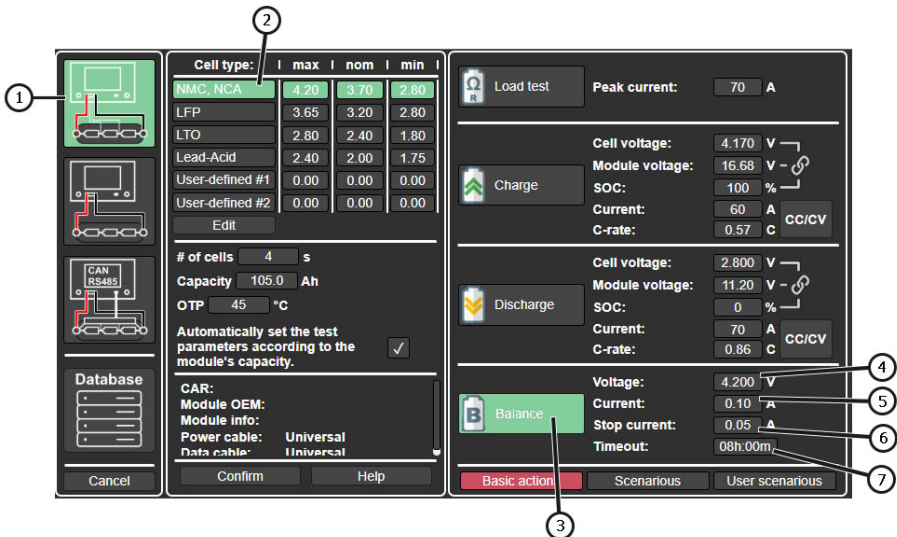

Figura 18
2. Acceda al menú de selección de modos y configuración de parámetros pulsando el botón «**Test setup**». Configure los parámetros de balanceo (los siguientes puntos corresponden a las posiciones en la Figura 18):